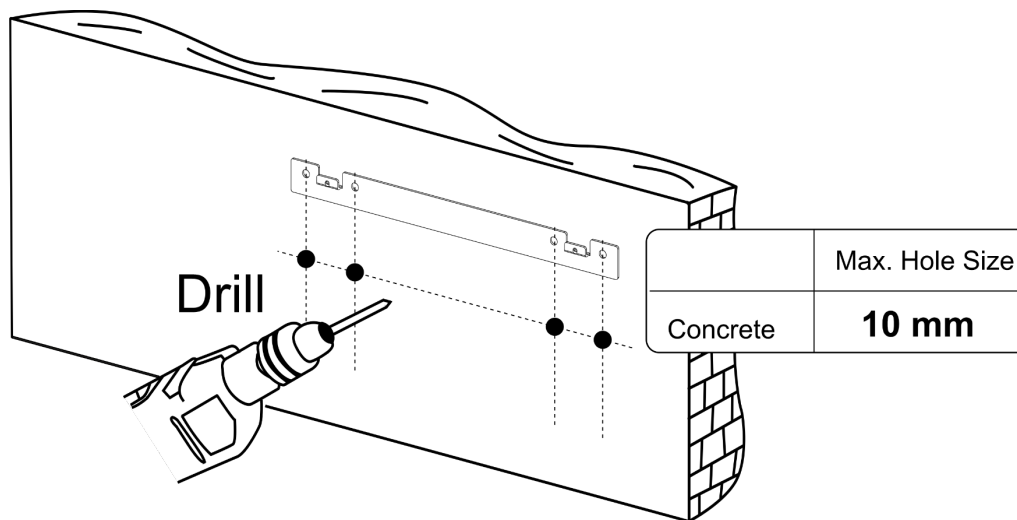
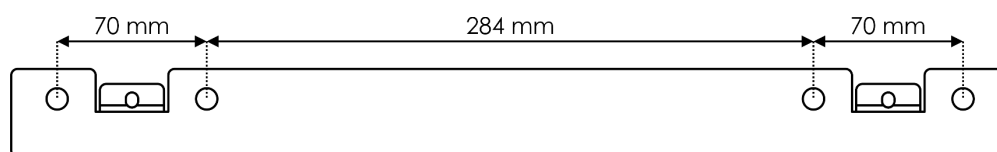

Fig. 16
Fig. 17
- 03) Eseguire i fori pilota nei 4 punti contrassegnati, come illustrato nella Fig. 16 e nella Fig. 17.